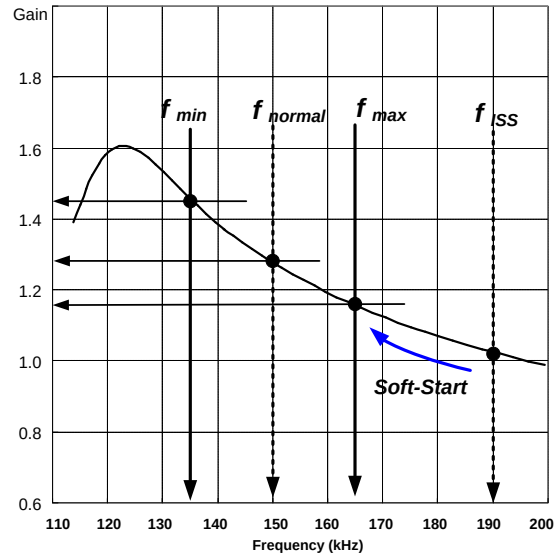
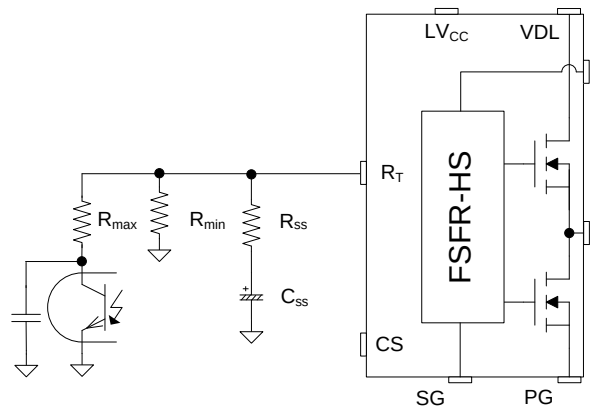

图 20. 谐振转换器典型增益曲线
图 21. 频率控制电路
3. 频率设置: 图 20 显示谐振转换器的典型电压增益曲线，其中增益与 ZVS 区中的开关频率成反比。输出电压可通过调制开关频率来调节。图 21 显示 RT 引脚的典型电路配置，其中光电耦合器电阻连接至 RT 引脚以调制开关频率。开关频率可从 20 kHz 控制到 500 kHz 。
通过将 R-C 系列网络连接至 RT 引脚来建立软启动电路，如图 21 中所示。起初，工作频率由 R_{SS} 和 R_{min} 的并联阻抗设置。